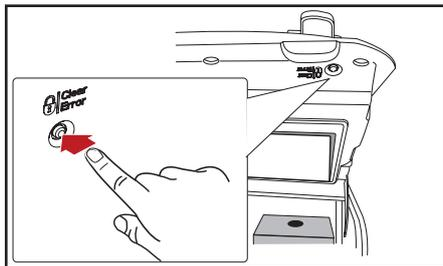

Fig. 4.7 - Botão BLOQUEAR/ELIMINAR ERRO
2. Prima o botão de BLOQUEAR/LIMPAR-ERRO para bloquear a saída da bebida (Fig. 4.7).